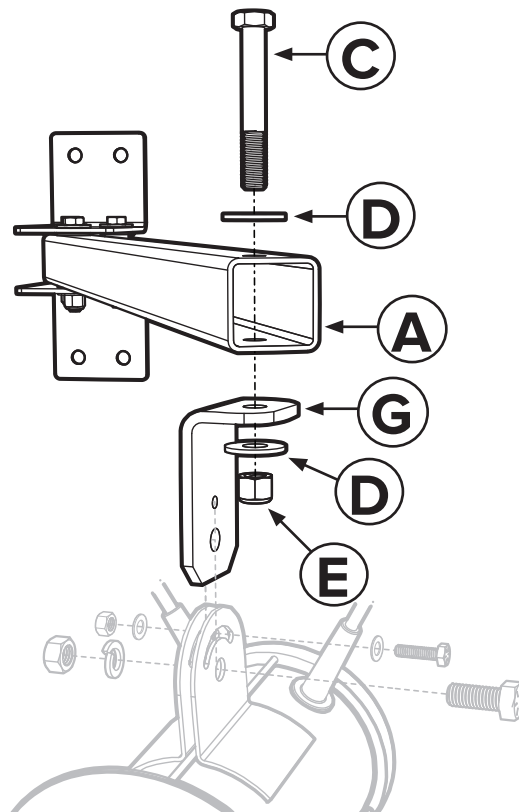

Fig. 3
Asegure el adaptador para el motor (G) al brazo giratorio (A) usando el tornillo (C), las arandelas (D) y la tuerca (E). Instale el ventilador en el adaptador para el motor siguiendo al paso *Instalar el motor* que se encuentra en la guía de instalación del ventilador. Ver Fig. 3.